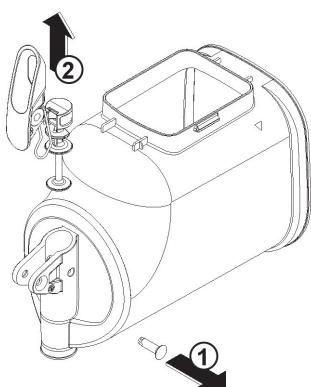

figura 8
5 Disassemblare il rubinetto con la sequenza indicata (vedere figura 8).
- 3** Riassemblare il rubinetto sul contenitore con sequenza inversa rispetto a quanto fatto per lo smontaggio (vedere figura 8).